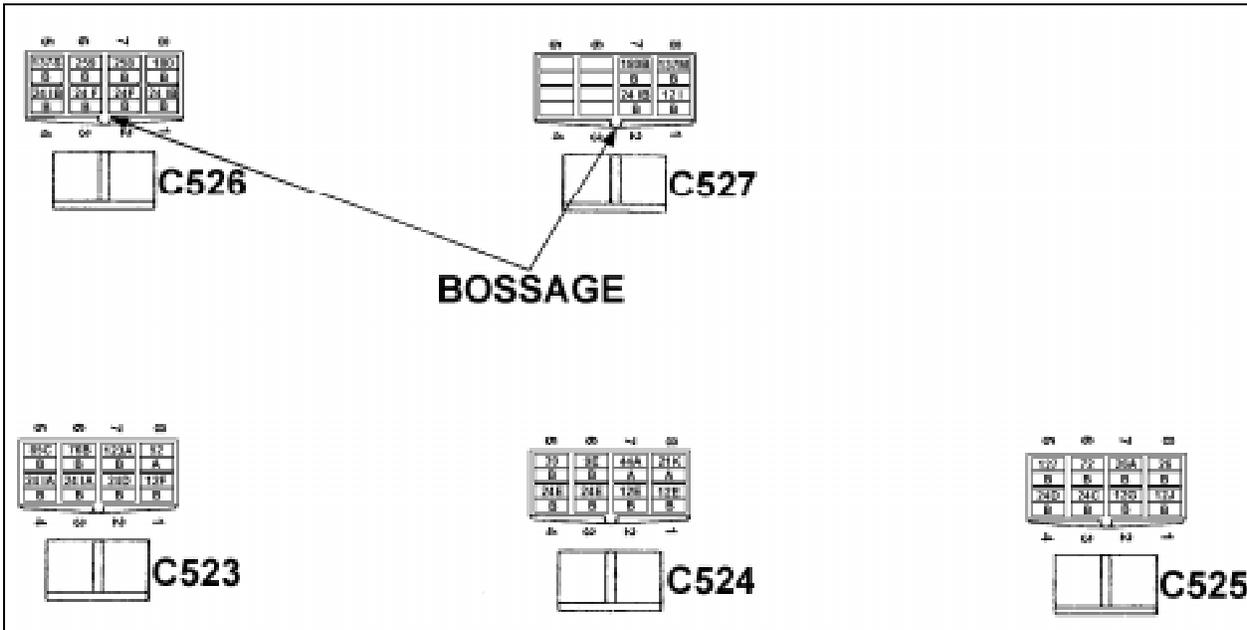

FIGURE 7: POSITIONNEMENT DES CONNECTEURS
3. S'assurer que le câblage des connecteurs reliés aux connecteurs des blocs-fusibles est conforme aux figures 7 et 9.
1. Positionner les connecteurs femelles (Prévoist # 562646) qui étaient reliés aux connecteurs mâles du bloc-fusibles face à vous en se servant du bossage comme référence (voir figures 7 et 9).
3. S'il y a non-cordance, repositionner les câblages selon les figures 7 et 9. Rebrancher les connecteurs mâles et femelles ensemble.